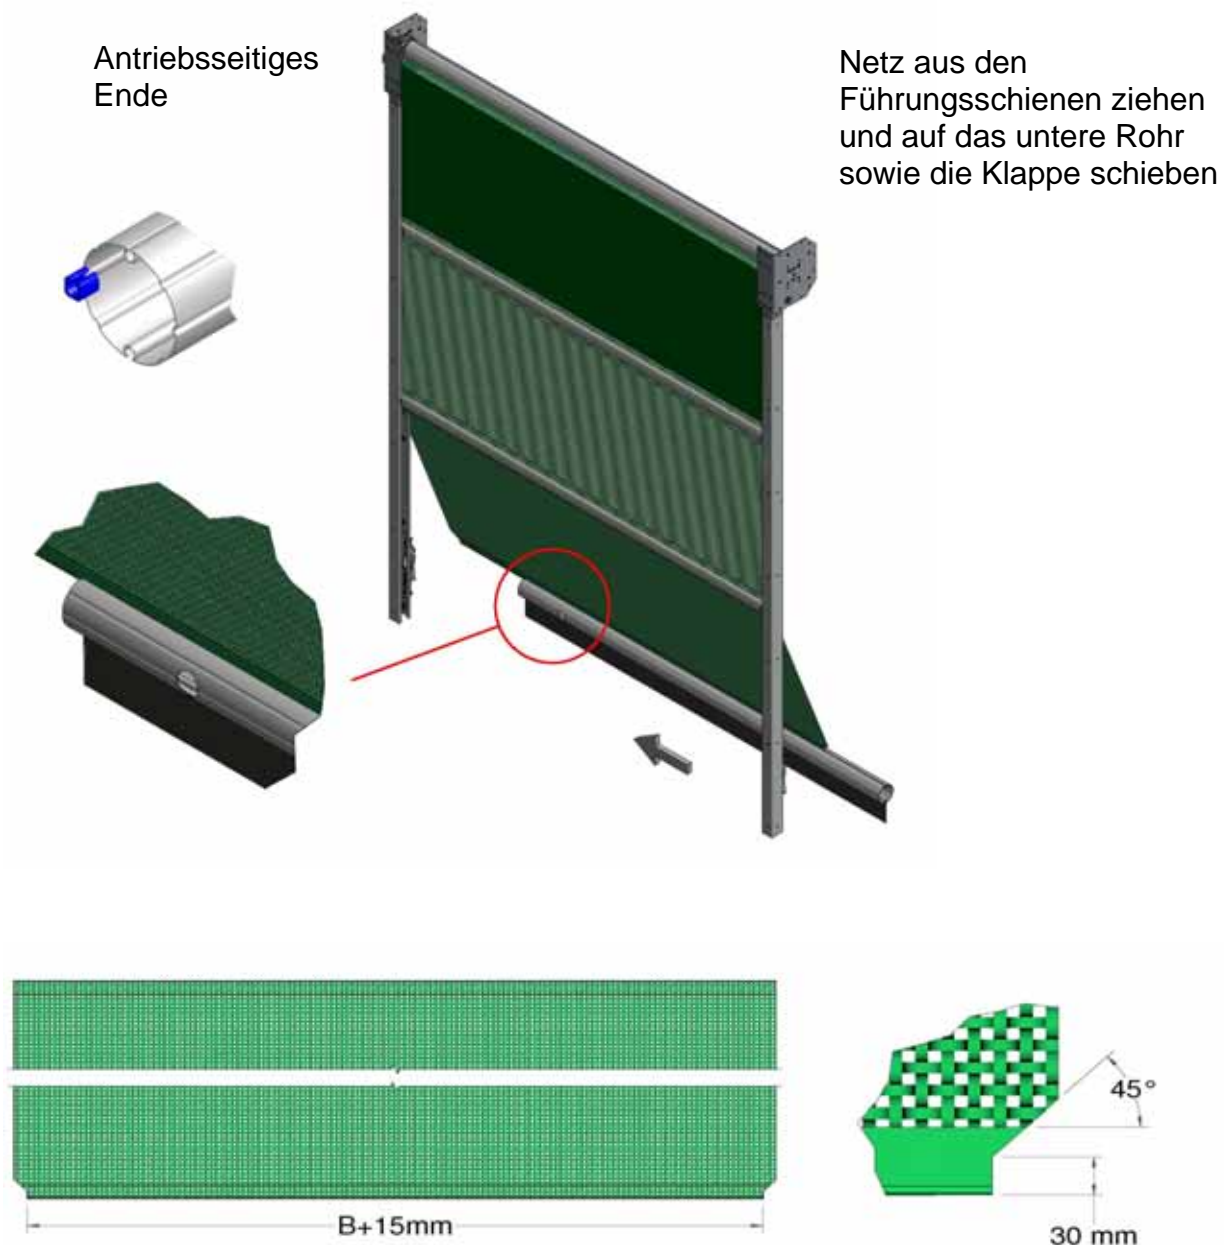

Abbildung 14c: Befestigung des unteren Rohrs
14. Unteres Netzsegment auf die Außenseite der Führungsschienen ziehen und auf unteres Rohr schieben sowie zentrieren und überschüssiges Material an jeder Ecke abschneiden (Abbildung 14c).